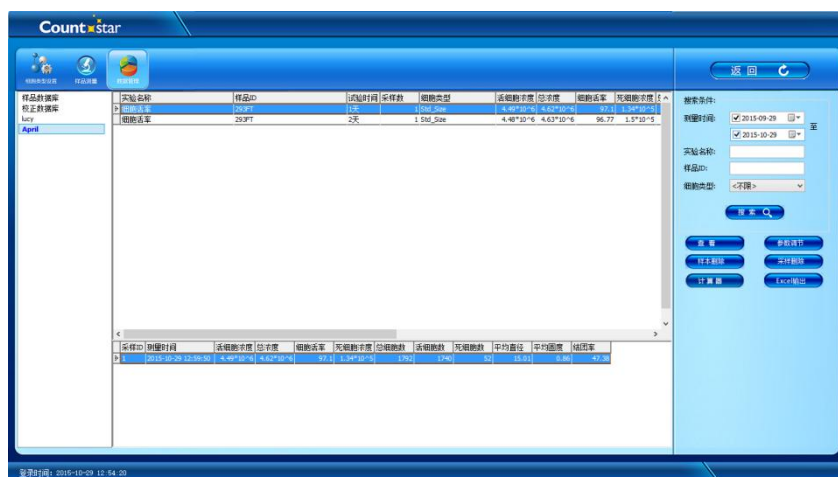

图 12 数据管理界面——显示搜索结果
4. 所有与设置时间相匹配的检测结果将列表显示在数据库窗口的结果显示区域（图 12）。